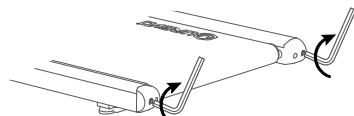

Figura 3
2. Con la herramienta hex., gire ambos tornillos del rodillo tensor 1/2 vuelta en el sentido de las agujas del reloj (consulte la figura 3).